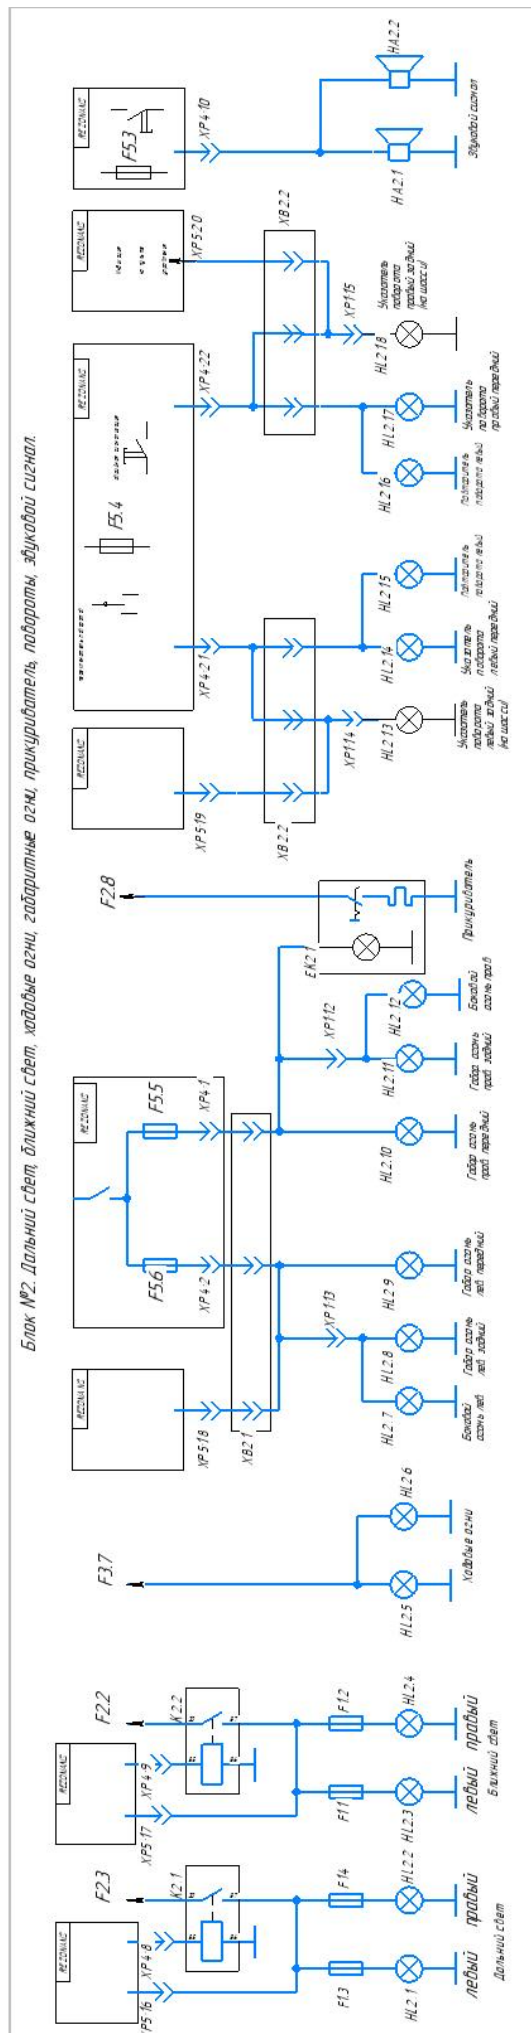

Рис. 16.2 – Блок схема электрическая принципиальная
- Рис. 16.2 Блок схема эл. принципиальная головное освещение.